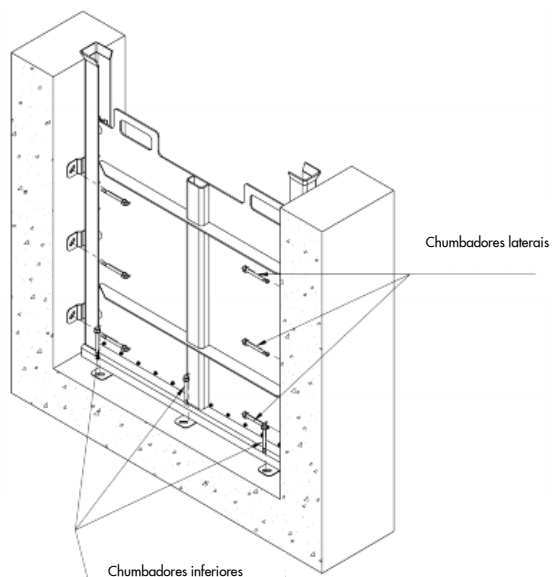

Figura 8
- Instale os chumbadores inferiores e em seguida os chumbadores laterais (vide Figura 8). Todas as comportas para canal existente incluem suportes de fixação lateral.